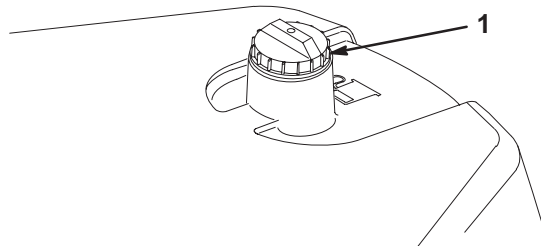

Figure 18
1. Nettoyez la surface autour du bouchon du réservoir de carburant (Fig. 18).